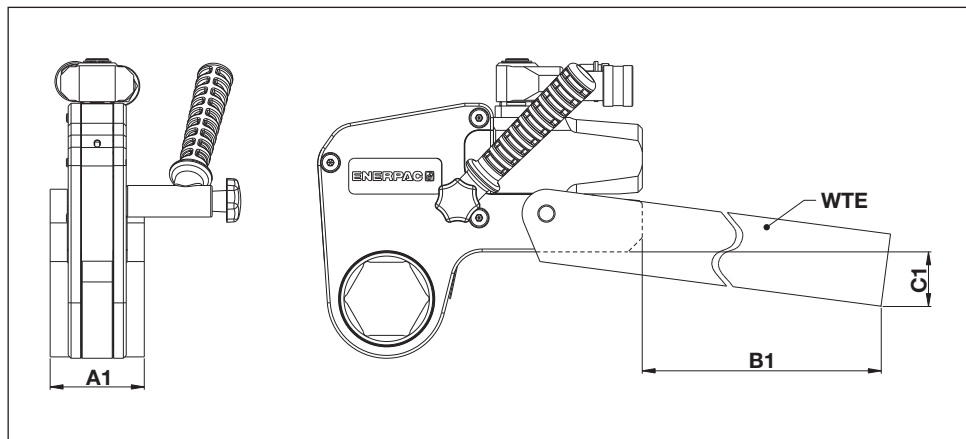

Fig. 23
6.1.1 Dimensioni, Braccio di reazione serie WTE esteso (Fig. 23)